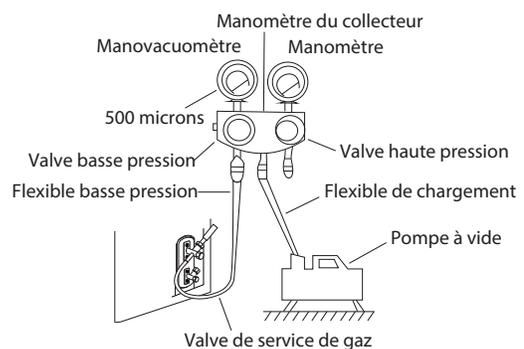
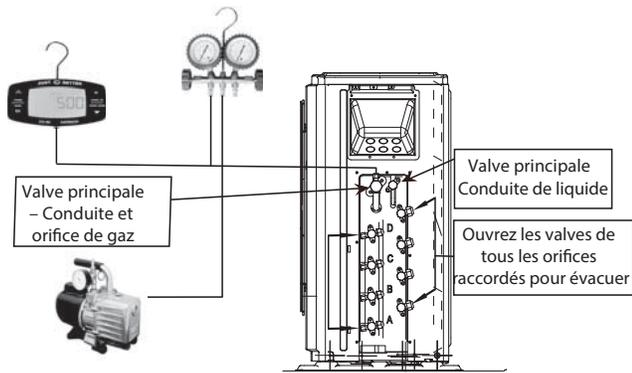

Figure 23 – Manomètre du collecteur
Figure 24 – Tailles du collecteur – Capacités 24 à 48
3. Capacité 18 – Raccordez le manomètre du collecteur (côté basse pression) à la valve individuelle de service (orifice 5/16, utilisez l'adaptateur pour un flexible de 1/4 po) pour évacuer chaque circuit. Capacités 24 à 48 – Raccordez le manomètre du collecteur (côté basse pression) à la valve principale de service (orifice 5/16, utilisez l'adaptateur pour un flexible de 1/4 po) pour évacuer tous les circuits en même temps (voir Figure 24).
4. Raccordez le flexible de chargement à la pompe à vide (voir Figure 23).
5. Ouvrez (complètement) la valve de basse pression du manomètre du collecteur (voir Figure 23 pour capacité 18 et Figure 24 pour capacités 24 à 48).